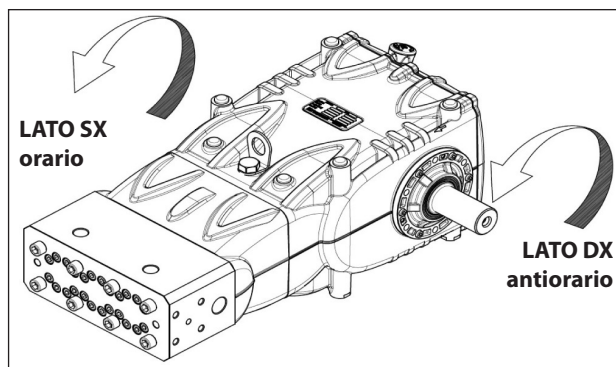

Fig. 6
Posizionandosi di fronte alla testata pompa il senso di rotazione dovrà risultare come da Fig. 6.
N.B. La versione riportata in Fig. 6 è Dx.